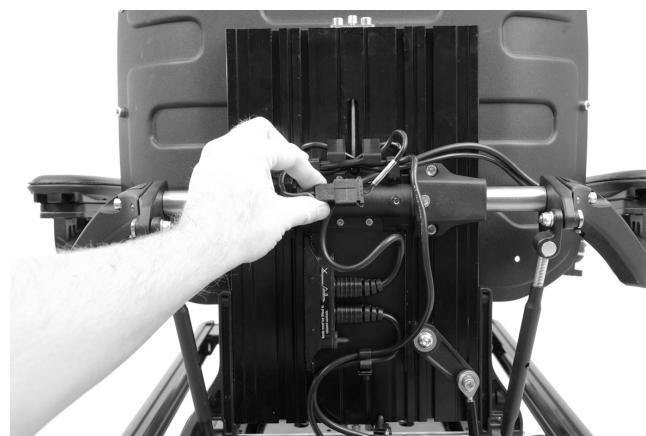

Bild 108. 1. Kontakten på ICS-manöverpanelens kablage ligger ovanför kontaktblocket. 2. BUS-kontakterna sitter monterade på kontaktblocket.
8. Montera BUS-kontakterna på kontaktblocket och montera kablagen till ICS-manöverpanelen vid kontakten på kablagen. Se bild. 108.